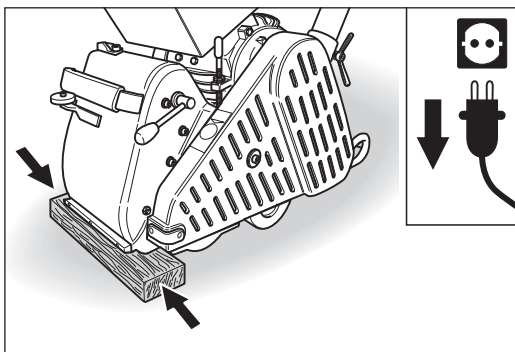

Abb. 32 Die Maschine gegen das Wegrollen sichern!
- Achten Sie darauf, dass die Maschine nicht wegrollen kann! Das Wegrollen kann z. B. mit einem Keil an den Rädern oder durch unterlegen des Maschinengehäuses mit einem Holzstück verhindert werden (Abb. 32).